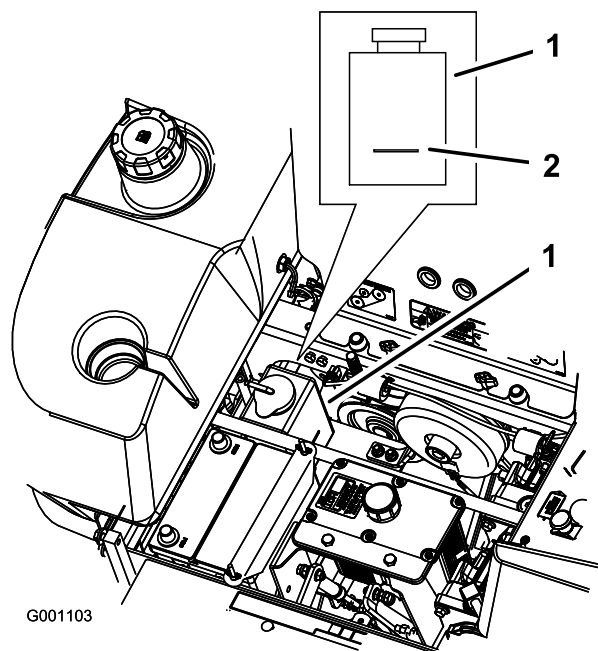

Figura 60
3. Con el motor frío, compruebe el nivel del depósito de expansión. El nivel de líquido debe llegar a la línea en relieve en el exterior del depósito de expansión (Figura 60).
4. Si el nivel de refrigerante es bajo, añada una mezcla al 50% de anticongelante de larga vida/Dex-Cool® y agua al depósito de expansión (Figura 60).
5. Añada la mezcla al 50% de refrigerante al depósito de expansión y llénelo hasta la línea marcada en el depósito (Figura 60).